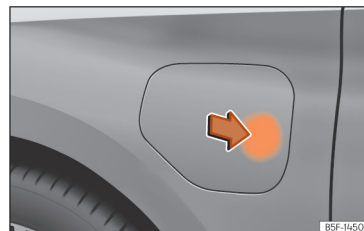

Fig. 59 Apertura de la tapa de la toma de carga.
- Presione sobre la tapa de la toma de carga de la batería por la zona de la flecha para abrirla »» fig. 59.